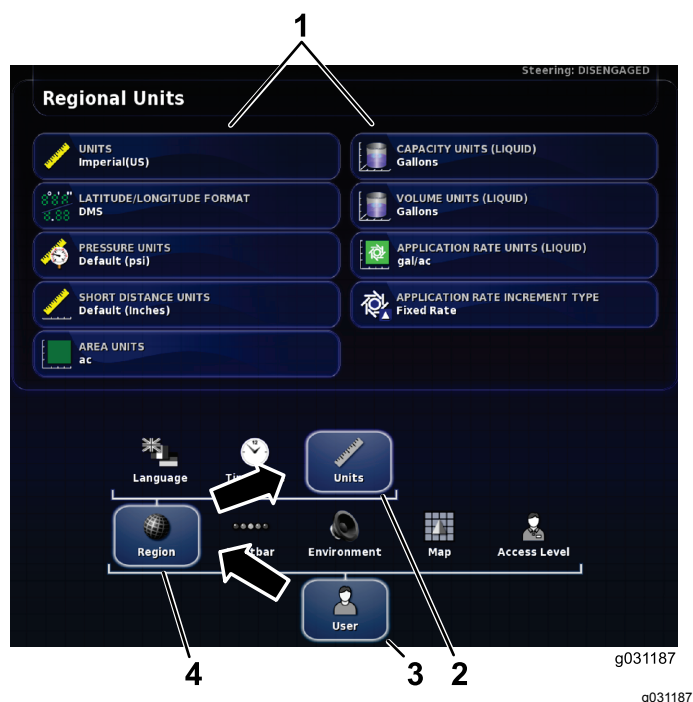

Figura 7
2. Selecione o ícone do utilizador (Figura 7).